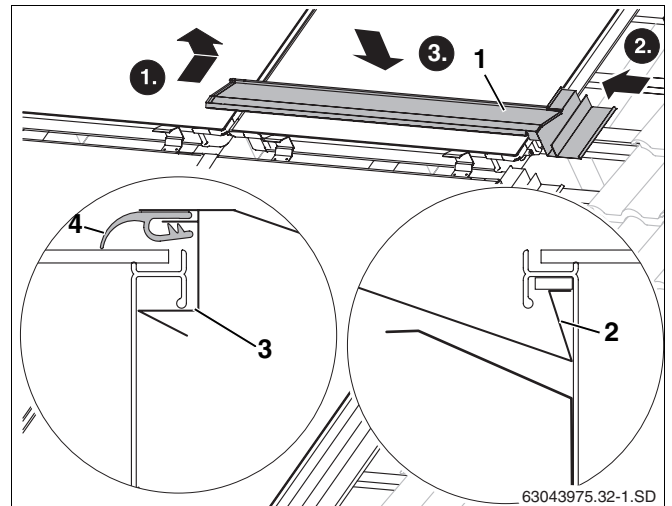

Fig. 52 Poser la première tôle de recouvrement centrale
- Poser l'équerre de la tôle de recouvrement (fig. 52, **pos. 2**) dans la rainure du châssis du capteur.
- Insérer la tôle de recouvrement (fig. 52, **pos. 1**) contre le capteur et dans la tôle de recouvrement centrale droite.
- En appuyant en haut sur la tôle de recouvrement, celle-ci s'encastre sous la rainure du châssis du capteur (fig. 52, **pos. 3**).
- Poser la lèvres en caoutchouc (fig. 52, **pos. 4**) en haut sur le capteur.